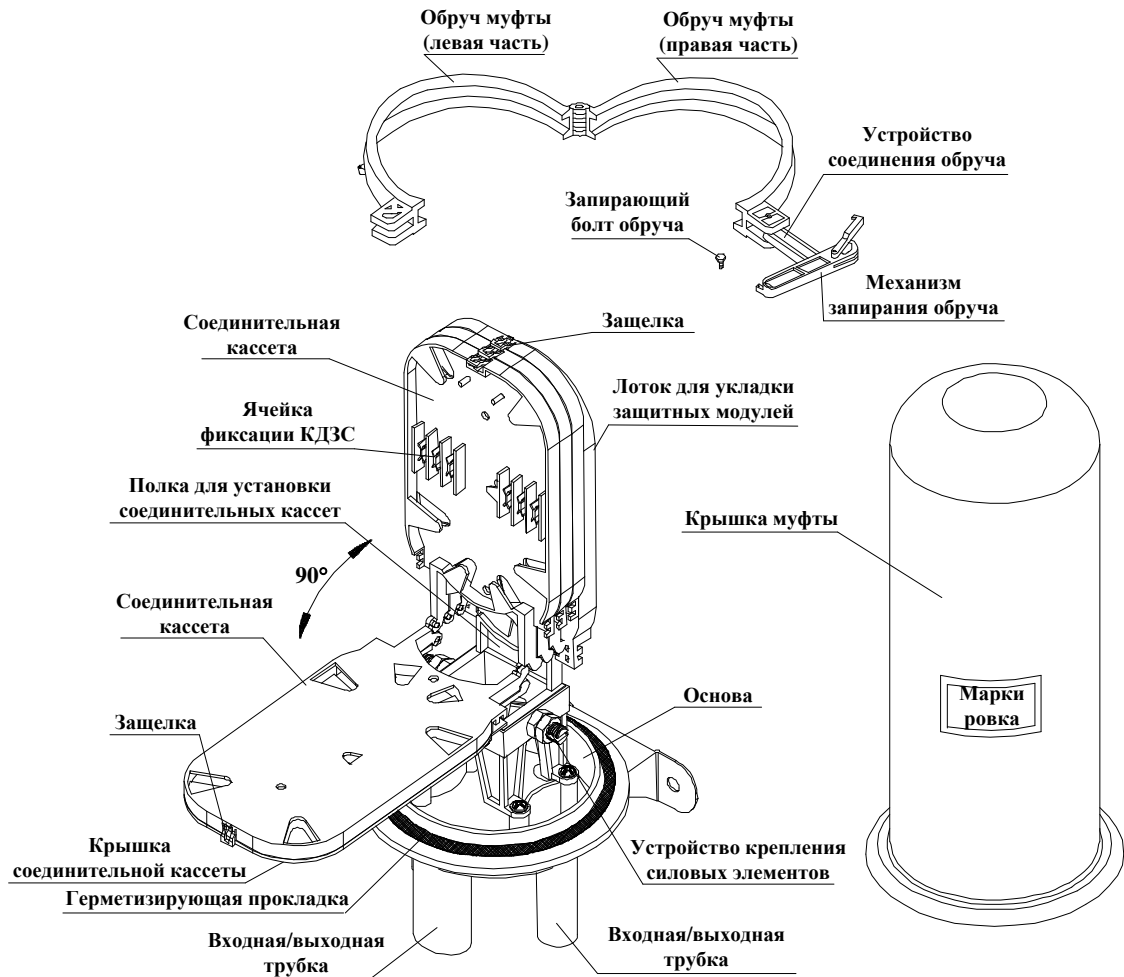

Рисунок 1
- ① Снимите болт, скрепляющий обруч и отожмите систему запирания, после чего снимите обруч с муфты.
- ② Снимите крышку муфты.
- ③ Снимите сплайс-пластины муфты.
- ④ Для жесткого крепления муфты применяется держатель. Фиксируем основание муфты в этом держателе и откройте овальный кабельный ввод, срезав с помощью ножовки наконечник ввода. Обработайте внутренний край открытого ввода наждачной полоской.
6.1.4 Смотрите рисунок 1.